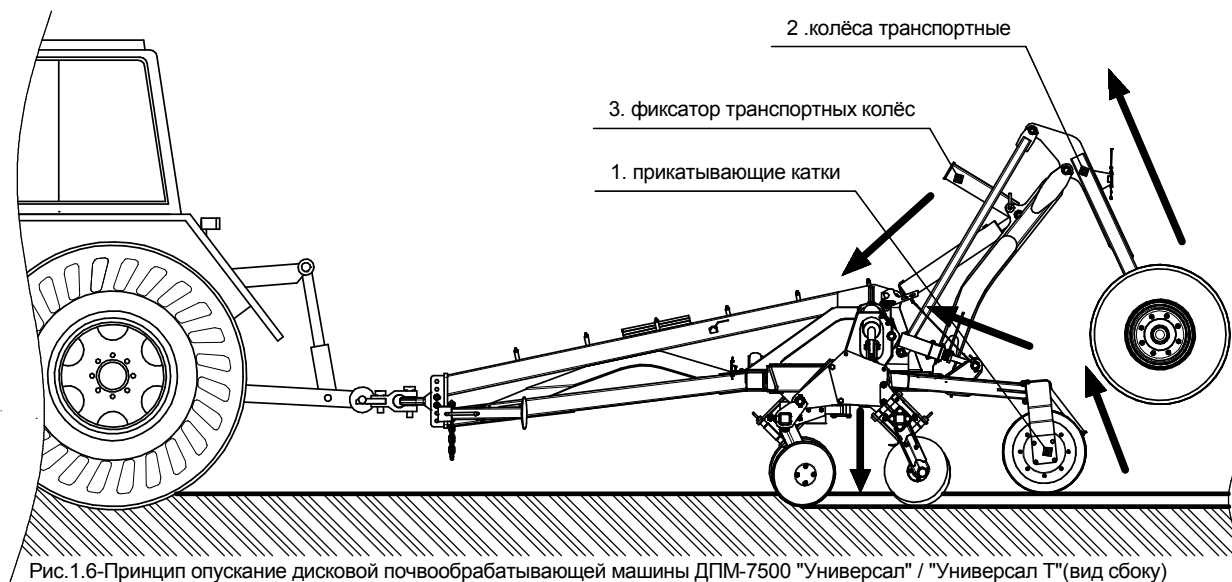

Рис.1.6-Принцип опускание дисковой почвообрабатывающей машины ДПМ-7500 "Универсал" / "Универсал Т" (вид сбоку)
- 7.** С помощью рычагов управления гидравлики катков (рис.1.6 поз.1) и транспортных колёс опустите агрегат (рис.1.6 поз.2).